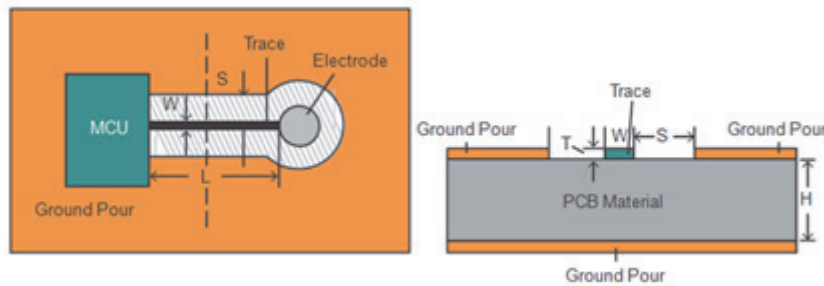

图 15: PCB 中走线的顶视图和截面图
走线的寄生电容由几个主要和次要的因素组成。简单来说， $C_{trace}$  是在电极走线和底层的地之间，以及电极走线和周围的铺地之间形成的电容，它是寄生电容的主要来源。。典型双层 PCB 的顶视图和截面图示于图 15。电容  $C_{trace}$  由走线宽度 (W)、电介质厚度 (H)、走线粗度 (T) 和 PCB 材料的相对介电常数 ( $\epsilon_r$ ) 决定。